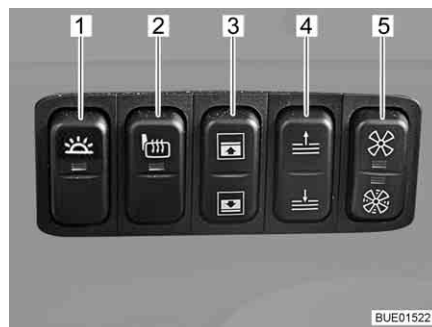

Fig. 33 Panel de interruptores Grand Panorama
- Pulsar el interruptor (Fig. 33,1) en el panel de interruptores.
- Volver a pulsar el interruptor (Fig. 33,1) en el panel de interruptores
- Pulsar el interruptor (Fig. 33,2) en el panel de interruptores. La luz de control en el interruptor indica el funcionamiento.
- Pulsar la parte superior o inferior del conmutador (Fig. 33,3) en el panel de interruptores. El parasol se desplazará hacia arriba o abajo mientras que se esté pulsando el conmutador.
- Pulsar la parte superior o inferior del conmutador (Fig. 33,4) en el panel de interruptores. El oscurecedor de la luna delantera se desplazará hacia arriba o abajo mientras que se esté pulsando el conmutador.
- Pulsar la parte superior del conmutador (Fig. 33,5) en el panel de interruptores. Un ventilador soplará el aire de la calefacción del habitáculo sobre la luna delantera (nivel 1).
- Pulsar la parte inferior del conmutador (Fig. 33,5) en el panel de interruptores. Un ventilador soplará el aire de la calefacción del habitáculo sobre la luna delantera (nivel 2).